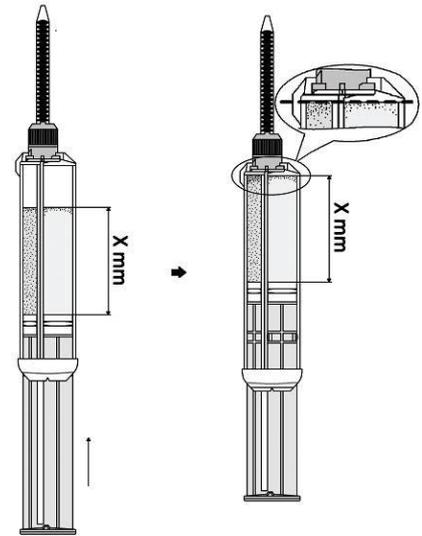

Fig. 7
11. Poussez le piston jusqu'à ce que les solutions affleurent l'extrémité du corps de la seringue (fig. 7). Après avoir éliminé l'air résiduel, l'appareil est prêt à pré-remplir l'embout applicateur.